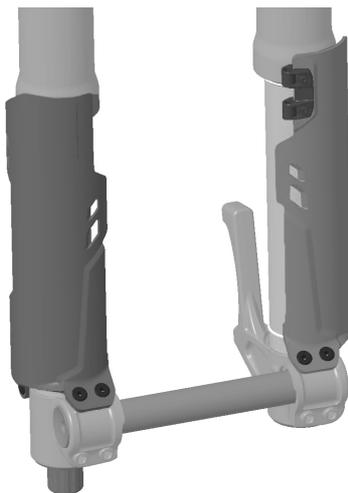

Figura 1: Proteções do garfo instaladas
1. Instale cada proteção do garfo conforme indicado (Figura 1).